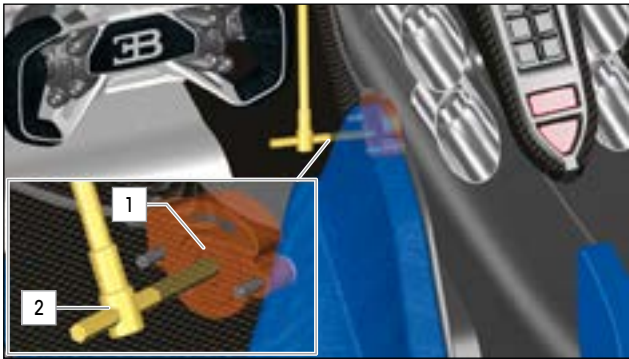

ABB. 75 AUF DER MITTELKONSOLE: ENTRIEGELN DER WÄHLHEBELSPERRE
- Innensechskantschlüssel 2 (» Abb.75) in die Entriegelungsvorrichtung 1 (» Abb.75) einführen.